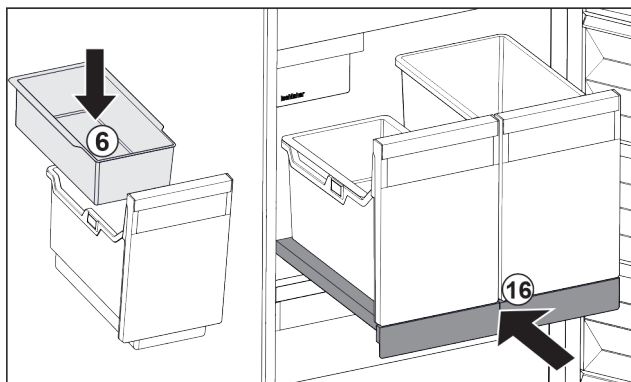

Fig. 25
- ▶ Vložte závesnú misku Fig. 25 (6) na kocky ľadu.
- ▶ Zasuňte vyťahovaciu poličku s nádobou (IceTower). Fig. 25 (16)